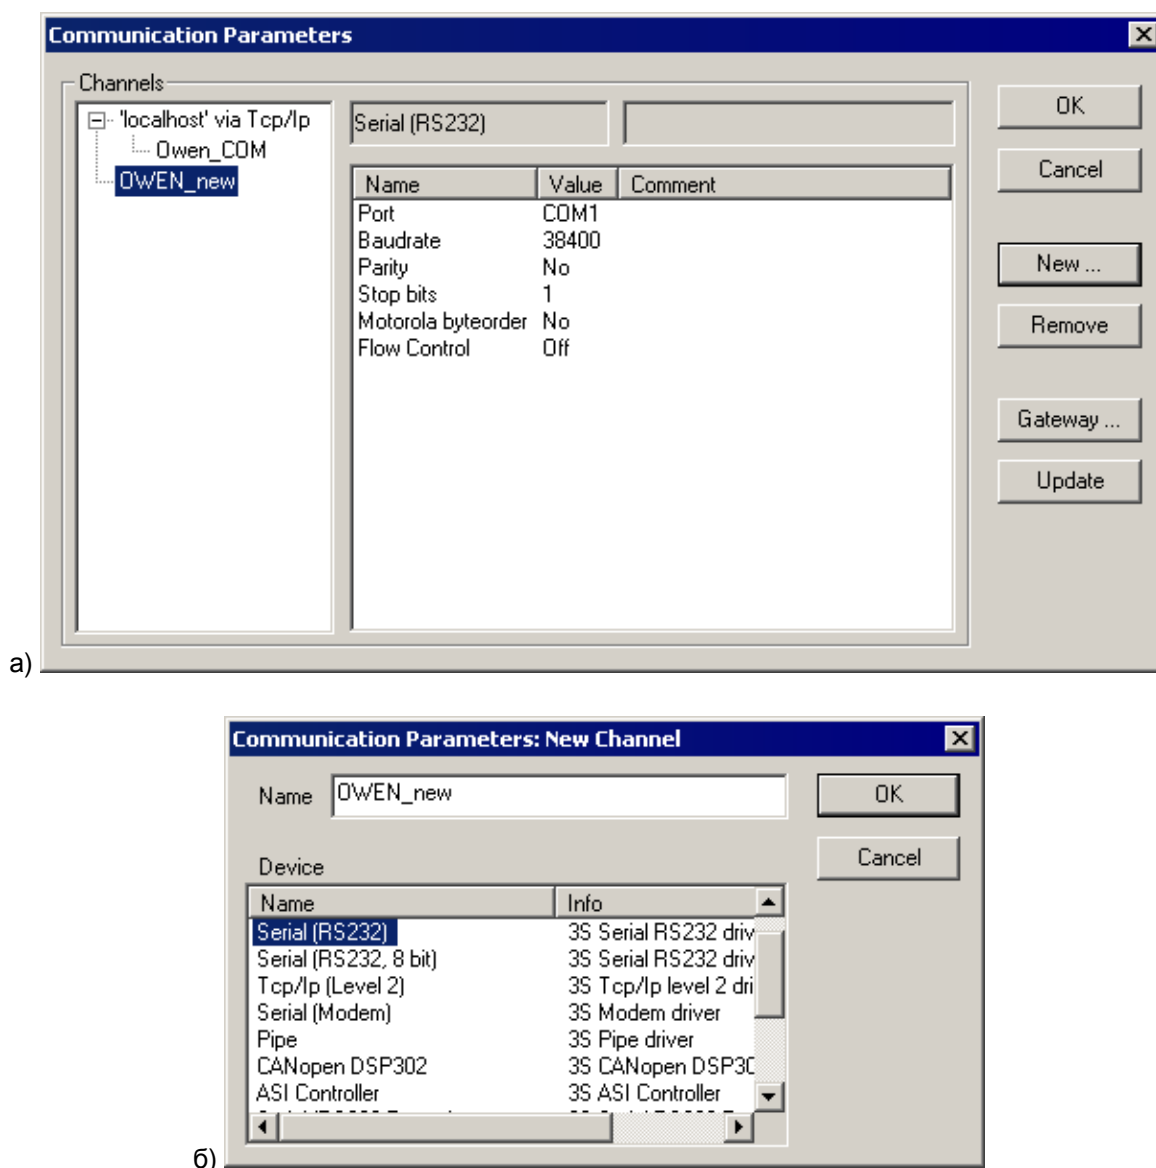

Рисунок 3.15 – Настройка интерфейса для соединения с ПЛК.
- 1) Выбрать команду «Онлайн | Параметры связи (Online|Communication parameters)» главного меню ПО CoDeSys. Откроется окно «Communication parameters», см. рисунок 3.15, а.
- 2) Нажать кнопку «New» окна «Communication parameters». Откроется окно «Communication parameters: New Channel» (см. рисунок 3.15, б). В этом окне задается имя нового соединения (например, Owen) и выбирается из перечня интерфейс соединения: